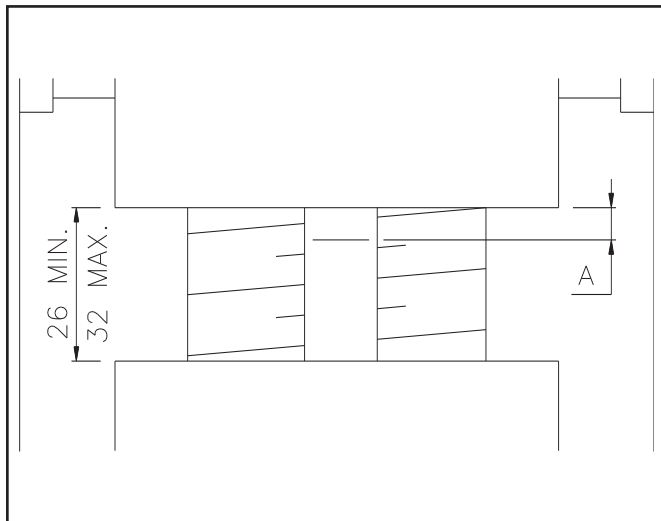

Fig.56 - Abb.56
- check dimension in Fig.56: For optimal operating conditions ensure $A = 1.5 \text{ mm.}$ **if $A = 0 \text{ mm.}$, the lifting nut is 50% worn and must be replaced.**
- Contrôler la cote A (Fig. 56) Si A=1,5 mm: écrou en parfait état
- Die Maß auf Abb. 56 kontrollieren: wenn A=1,5 mm, man hat die bessere Arbeitsbedingungen.